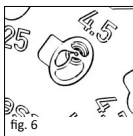

fig. 6
■ **fig. 6** Ștampila protezei trebuie să se așeze pe baza decupării și placa de capăt trebuie să se așeze complet pe decuparea prevăzută pentru aceasta, astfel ca suprafața superioară a plăcii de capăt să se închidă cu suprafața discului separator.
■ 图 6 假体的标记的位置必须在凹座底部,顶部必须充分的在特定设计的断流器上以便于顶部的上表面与上表面的筛选器结合。